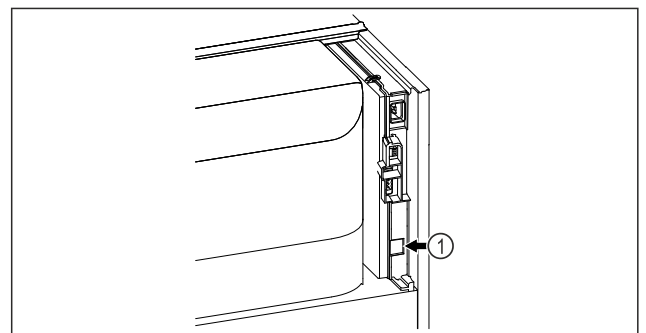

Fig. 83
- Το SmartModule Fig. 83 (1) είναι τοποθετημένο.